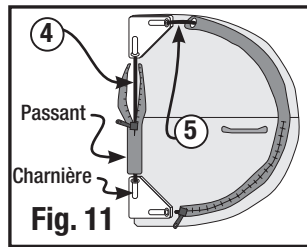

Fig. 11
2. Fermez les glissières. (Fig. 11)